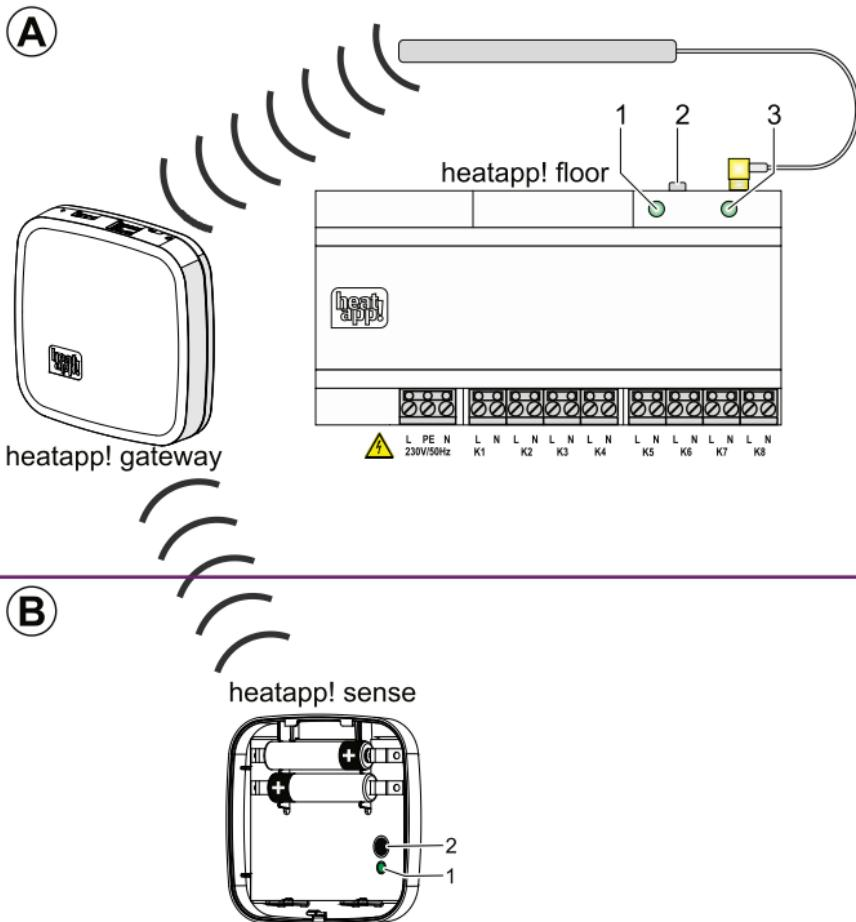

Abb. 8: heatapp! floor / heatapp! sense anmelden
1. Wählen Sie im Menü des **heatapp! gateway** unter "Funkkomponenten" den Menüpunkt „An- / Abmelden“ und dann „Anmelden“. Sie werden aufgefordert, die Lerntaste (Abb. 8, Pos 2) zu drücken.
2. Drücken Sie die Lerntaste (Abb. 8, Pos 2) für 2 Sekunden (siehe auch Kapitel 3.4.1.2 "Funktionen der Lerntaste", Zeile "b").